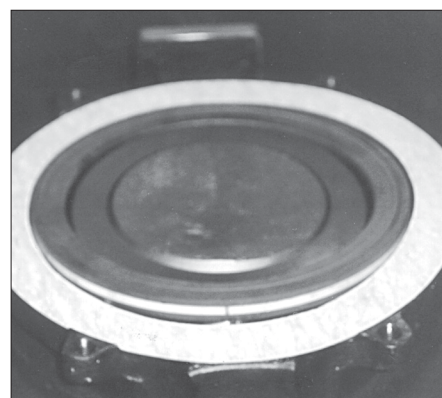

Рисунок 7 - Правильное размещение фиксирующей прокладки седла
- Убедитесь, что диск (2) находится в закрытом положении напротив упора диска корпуса (1).
- Поместите прокладку стопорного кольца седла (22) на поверхность прокладки корпуса арматуры (1). (См. Рисунок 7)
- Для корпусов с проушинами совместите отверстия прокладки стопорного кольца седла (22) с отверстиями в корпусе (см. Рисунок 7).
- Поместите стопорное кольцо седла (23) сверху на прокладку стопорного кольца седла (22). Для арматуры с проушинами совместите отверстия в стопорном кольце (23) седла с отверстиями в прокладке (22) и корпусе (1).
- Установите фиксирующие пластины (33) и / или зажимы (35) для корпуса арматуры вафельного типа.
- Установите и затяните винты (34) арматуры вафельного типа и (24) для арматуры с проушинами.